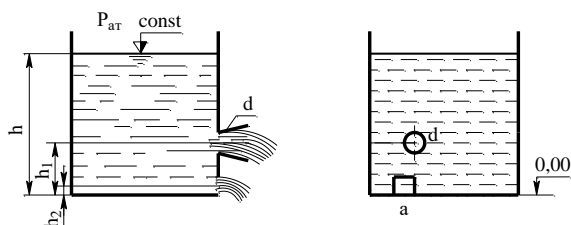

Рис. 26
**Задачи (61-70)** Определить суммарный объемный расход воды  $Q$  из резервуара (рис. 26), имеющего квадратное отверстие со стороной  $a$  и круглое отверстие диаметром  $d$ , к которому присоединен конический расходящийся насадок. Сжатие струи в круглом отверстии считать несовершенным, отметку дна принять равной  $0,00$ . Отметки центра насадка  $h_2$ , центра отверстия  $h_1$  и уровня воды в резервуаре  $h$ . Числовые данные